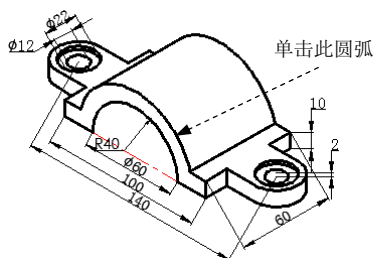

图 12.2.20 创建半径标注
(2) 创建引线标注。选择下拉菜单 **标注(A)** **多重引线(L)** 命令；在图 12.2.20 所示圆弧上单击以确定引线的起点，将光标向左下方移动一定距离并单击，再将光标向左水平方向移一定距离单击；输入 R40 后在空白区域单击，完成半径标注，结果如图 12.2.20 所示。